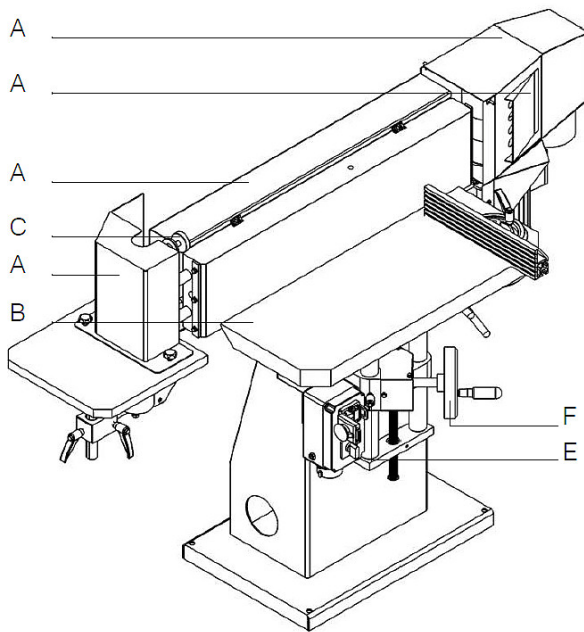

Abb. 6: Schleifband montieren und Arbeitstisch einstellen
Mit Hilfe der Abb. 6 und den folgenden Anweisungen kann das Schleifband montiert bzw. gewechselt werden.
Mit Hilfe der Abb. 6 und den folgenden Anweisungen kann der Arbeitstisch vertikal eingestellt werden.
Mit Hilfe der Abb.6 und 7 und den folgenden Anweisungen kann der Arbeitstisch horizontal eingestellt werden.
Schritt 1: Die Spannschraube (G) unter dem Arbeitstisch lösen.
Schritt 2: Den Arbeitstisch (B) nach vorne ziehen oder nach hinten schieben (siehe Abb. 6).